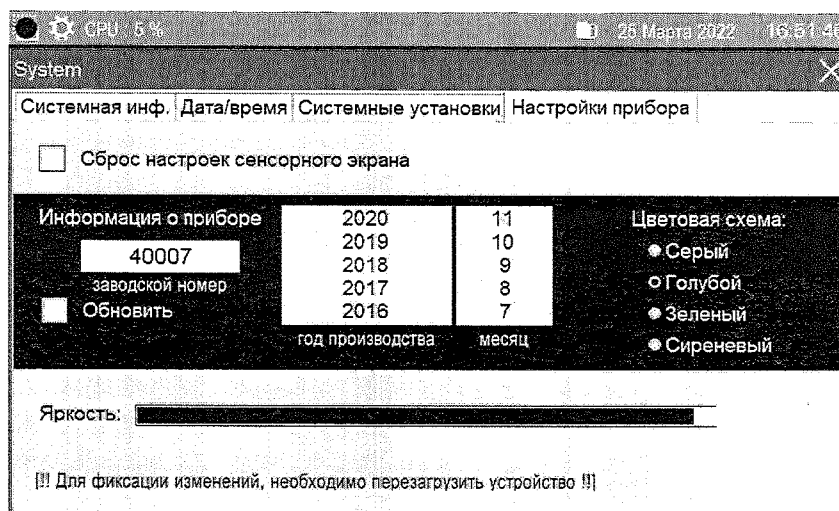

Рисунок 14
1.5.4.4 Во вкладке «Настройки прибора» указываются данные о приборе (заводской номер, год производства, месяц), так же производится настройка цвета в зоне «Цветовая схема» и яркость экрана в зоне «Яркость» (рисунок 14):